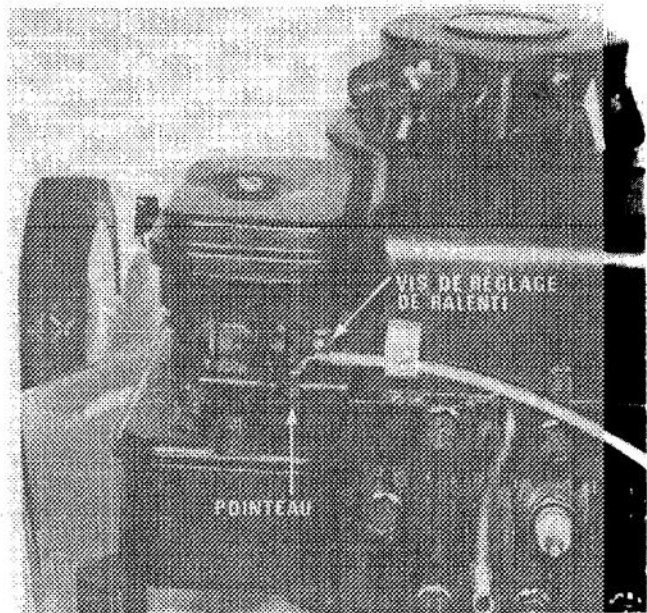

Figure 33
1. Pointeau (Fig. 33) — Fermez le pointeau en le vissant délicatement vers la droite.
4. Vissez le pointeau (Fig. 33) en le tournant vers la droite de 1/8 de tour à la fois, jusqu'à ce que le moteur commence à perdre de la vitesse. Accordez au moteur le temps de réagir après chaque 1/8 de tour.
5. Dévissez le pointeau (Fig. 33) de 1/8 de tour à la fois jusqu'à ce que le moteur commence à tourner irrégulièrement. Laissez le moteur réagir après chaque 1/8 de tour.
6. Vissez le pointeau (Fig. 33) — vers la droite — très lentement jusqu'à ce que le moteur se mette à tourner régulièrement. Ce réglage, effectué sans charge, peut être légèrement riche, mais le réglage un peu riche assurera le bon fonctionnement du moteur lorsque celui-ci sera sous charge.
7. Déplacez la commande d'accélérateur vers l'arrière pour faire tourner le moteur au ralenti. Ajustez la vis de réglage de ralenti (Fig. 33) jusqu'à ce que le régime du moteur soit de 1750 tr/mn.